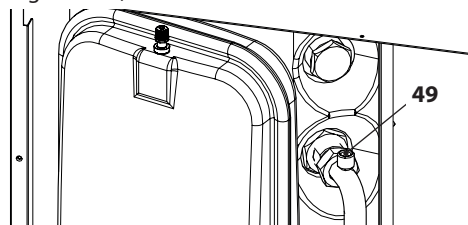

Figura 9.12
- Allentare lo sfianto serpentino bollitore 49 (Figura 9.12).